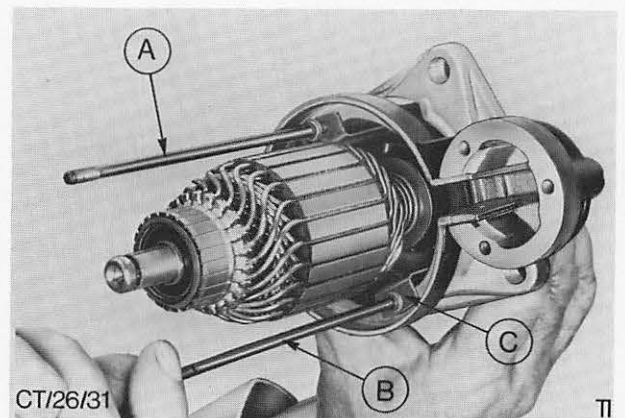

Abb. 61 A/B = Gewindestifte
9. Bei Anlassern mit Gewindestiften, Abb. 61, Stifte entfernen, damit der Freilaufanschlag – Ritzelantrieb frei wird.
Die Abbildung 67 zeigt die Ausführung mit getrenntem Freilaufanschlag, der wie in Abb. 61 gezeigt mit den Gewindestiften gehalten wird.